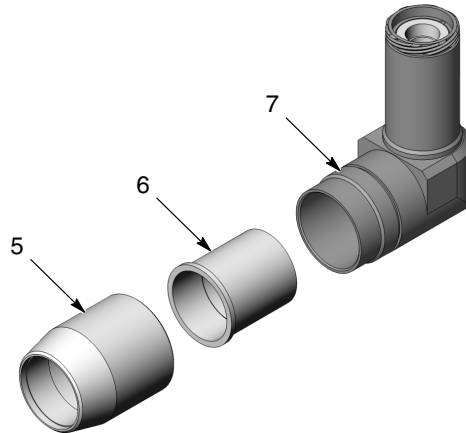

Figure 4 Dépose de l'écrou du corps et de retenue
3. Voir la figure 4. Dévisser l'écrou du corps (5) de l'extension (7). Tirer l'écrou de retenue (6) hors de l'extension.